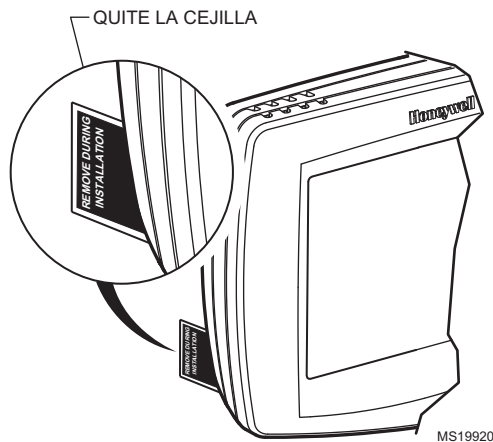

Figura 23. Quite la lengüeta rotulada "Remove" (Quitar) ubicada en la parte trasera del termostato.
2. Encuentre y quite la lengüeta rotulada "Remove" (Quitar) que se ubica en la esquina inferior izquierda de la parte trasera del termostato. Vea la figura 23.